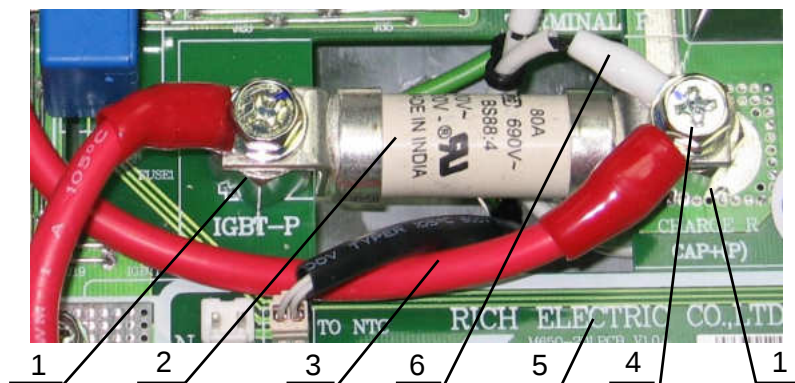

Рис.7.22
- 7.9.4. Закрепить винтом (4) свободный наконечник провода (3) и клемму силового предохранителя (2) на токоведущей стойке (1), обозначенной «**CAP+P**» (рис.7.22). Обратить внимание, чтобы наконечник провода (3) находился поверх клеммы силового предохранителя (2), а наконечник провода (6) находился поверх наконечника провода (3).